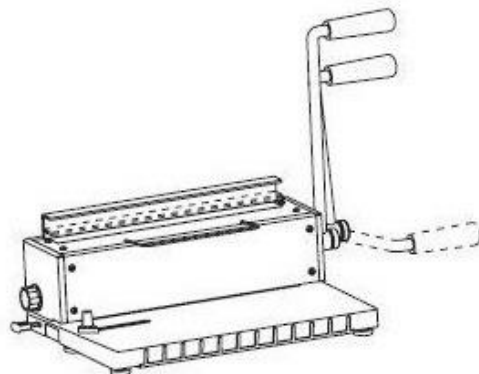

Рис.2
8. Плавно опустите рычаг до предела. (смотрите рис.2)